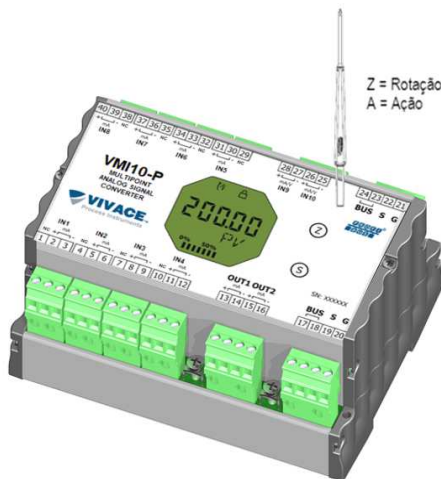

Figura 3.1 - Z y el ajuste local de S y llave magnética.
La Figura 3.1 muestra los agujeros Z y S para la configuración local en la carcasa y sus funciones para el funcionamiento de la llave magnética. Introducir la llave en el agujero *cero* (Z). Aparecerá el icono , lo que indica que el equipo ha reconocido la llave magnética. Quedarse con la llave insertada hasta que el mensaje aparezca "ADJUST LOCAL" y retire la llave durante 3 segundos. Inserte la llave de nuevo en Z. Con esto, el usuario puede navegar a través de los parámetros de ajuste locales.